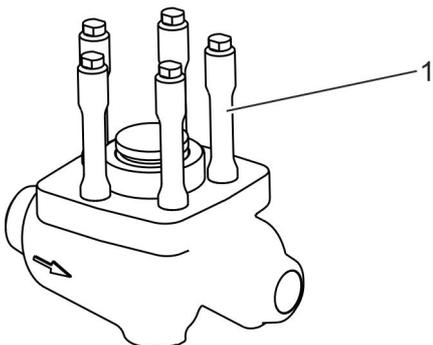

Abb. 10: Rückschlagdeckel anbringen
- 11.** ► Rückschlagdeckel (Abb. 10/2) mit weiterer Person auf die Stiftschrauben (Abb. 10/1) des Gehäuses aufstecken.
- 12.** ► Muttern (Abb. 10/3) auf den Stiftschrauben (Abb. 10/1) locker verschrauben.